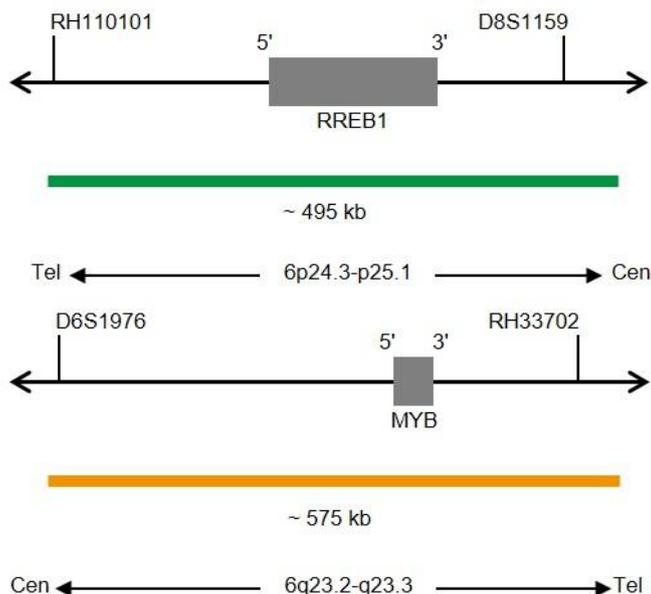

Fig. 1: En haut : Carte de la sonde SPEC RREB1; En bas : Carte de la sonde SPEC MYB (pas à l'échelle)
- Polynucléotides marqués au ZyGreen (excitation 503 nm/émission 528 nm) (~10 ng/μl), qui ciblent une séquence de 6p24.3-p25.1* (chr6:6,913,938-7,406,653) hébergeant la région du gène RREB1 (voir figure 1).
- Polynucléotides marqués au ZyOrange (excitation 547 nm/émission 572 nm) (~4,5 ng/μl), qui ciblent une séquence de 6q23.2-q23.3* (chr6:135,141,227-135,715,246) hébergeant la région du gène MYB (voir figure 1).